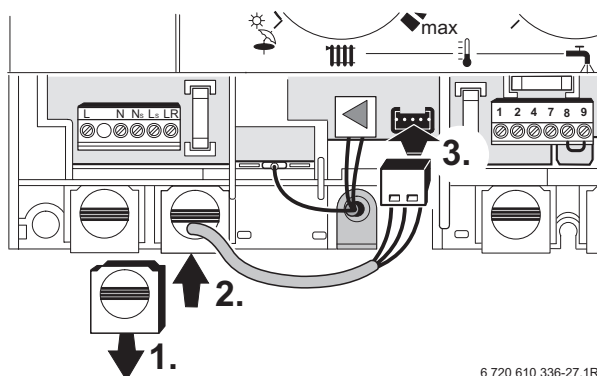

Fig. 30
- Infilare il cablaggio corto del circolatore nel passacavo della morsettiera principale della caldaia, fig. 30.
- Collegare il suo connettore come da fig. 30.